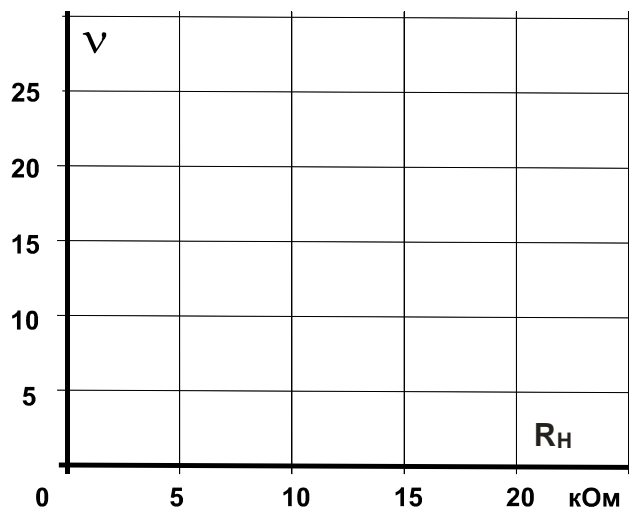

Рис. 5.4.4
- На графике (рис. 5.4.4) постройте кривую зависимости коэффициента усиления по напряжению  $\nu$  от сопротивления нагрузки  $R_n$ .